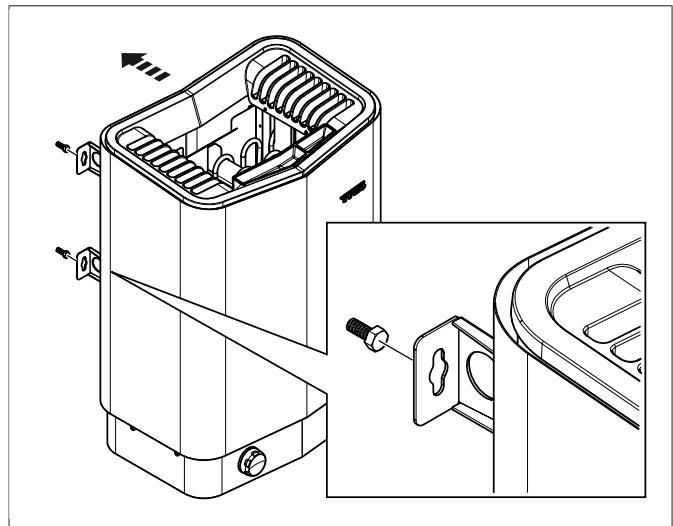

Fig 10: Häng upp aggregatet
8. Häng upp aggregatet på skruvorna se **Fig 10**, sidan 4.